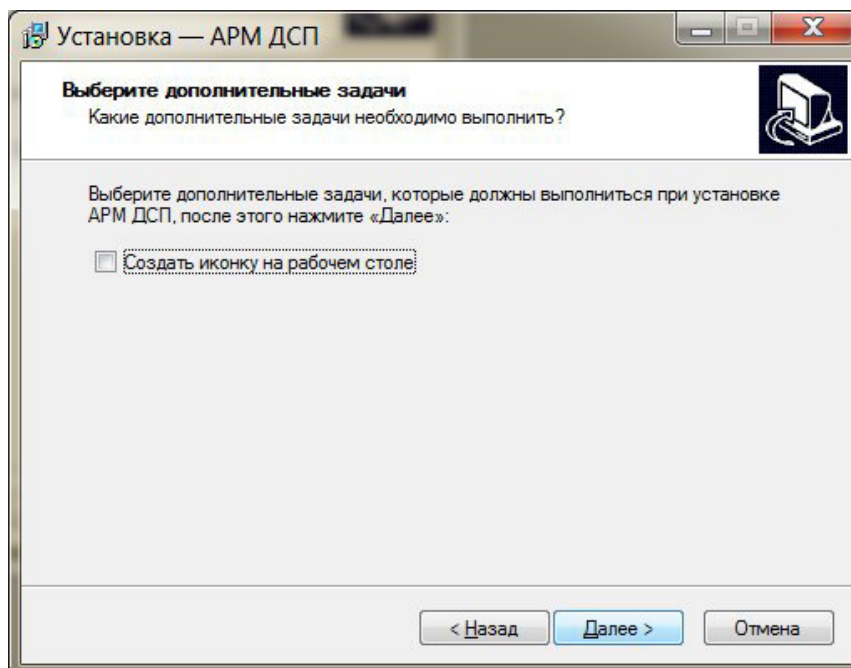

Рисунок 27 – Окно создания иконки
8. На следующем шаге предлагается создать иконку (Рисунок 27). Рекомендуется создать иконку на рабочем столе, для этого поставить галочку в окне и нажать кнопку «далее».